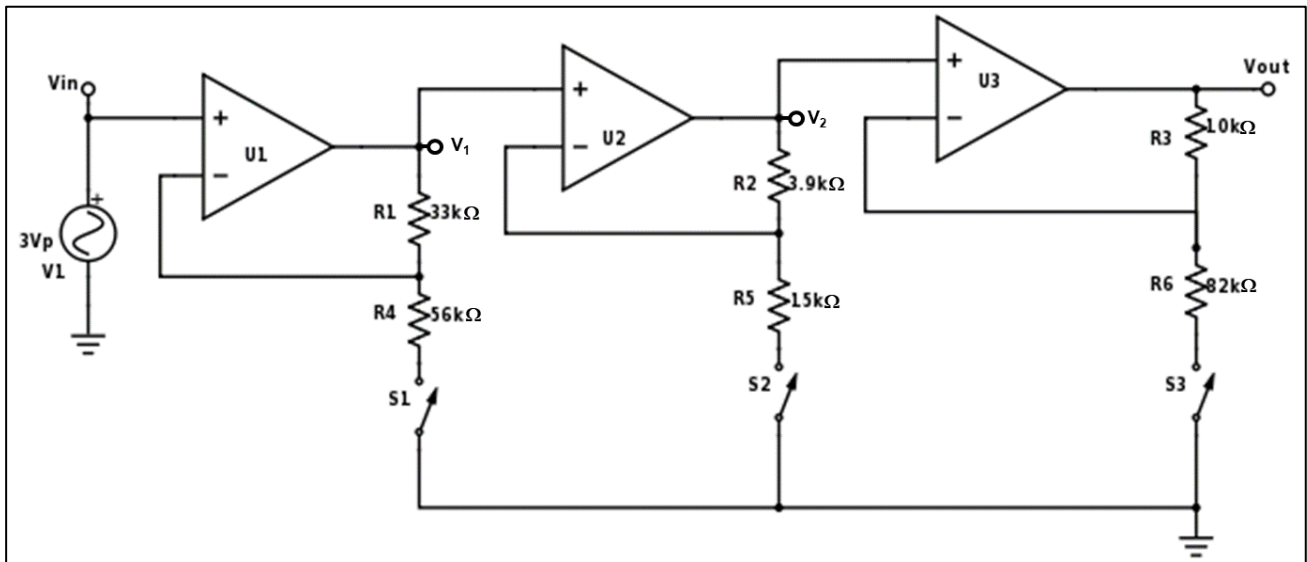

Figura 2. Segundo circuito a montar práctica No. 3
4. Realice el montaje del circuito mostrado en la Figura 2 en un protoboard. Utilice fuentes de  $\pm 12V$  para polarizar los amplificadores. Antes de encender fuentes y generador solicite que el instructor de laboratorio verifique las conexiones del circuito.